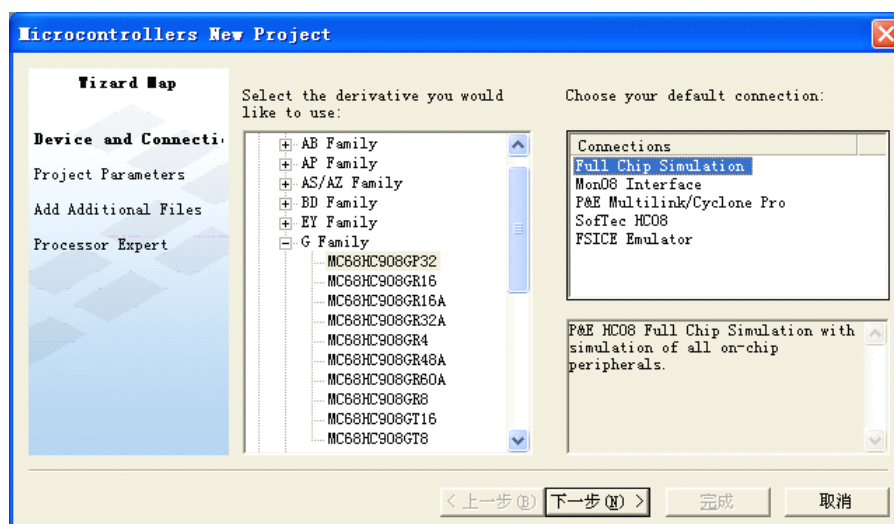

图 1-3 微控制器新工程建立界面
2、点击 Create New Project 或通过菜单选择 “File > New Project” 进入建立微控制器新工程界面，如图 1-3 。选择微控制器型号和连接方式（Connections），连接方式默认选择为 “Full Chip Simulation” ；当使用目标硬件时，选择相应的连接方式。微控制器型号和连接方式在工程建立后，也可在工程属性栏根据需要进行修改。